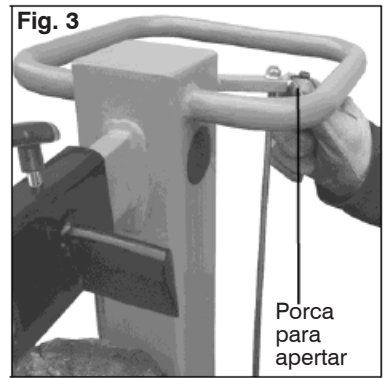

Fig. 3
5. Fixe a distância da cunha apertando a porca de afinação situada ao lado da biela de afinação da deslocação. (Fig.3).